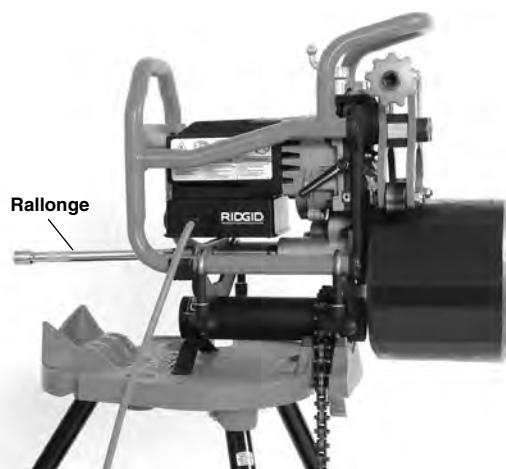

Figure 10 – Tuyau de moins de 12" de long et d'un poids inférieur à 50 livres sur machine fixe
8. Engagez la rallonge $\frac{1}{2}$ " de 10" fournie dans le carré de la machine à biseauter (*Figure 10*).
9. Lors du biseautage des tuyaux de moins de 12" (30 cm) de long et d'un poids inférieur à 50 livres (22 kg), il n'est pas nécessaire de prévoir de porte-tubes pour soutenir le tuyau tant que la machine à biseauter et l'étau portatif TRISTAND sont stables et bien arrimés. Le tuyau est positionné directement sur le galet d'entraînement et retenu par les galets de guidage (*Figure 10*).
Vérifiez la préparation et l'installation de la machine à biseauter, des porte-tubes et du tuyau (se reporter aux *Figures 10, 12 et 13*).